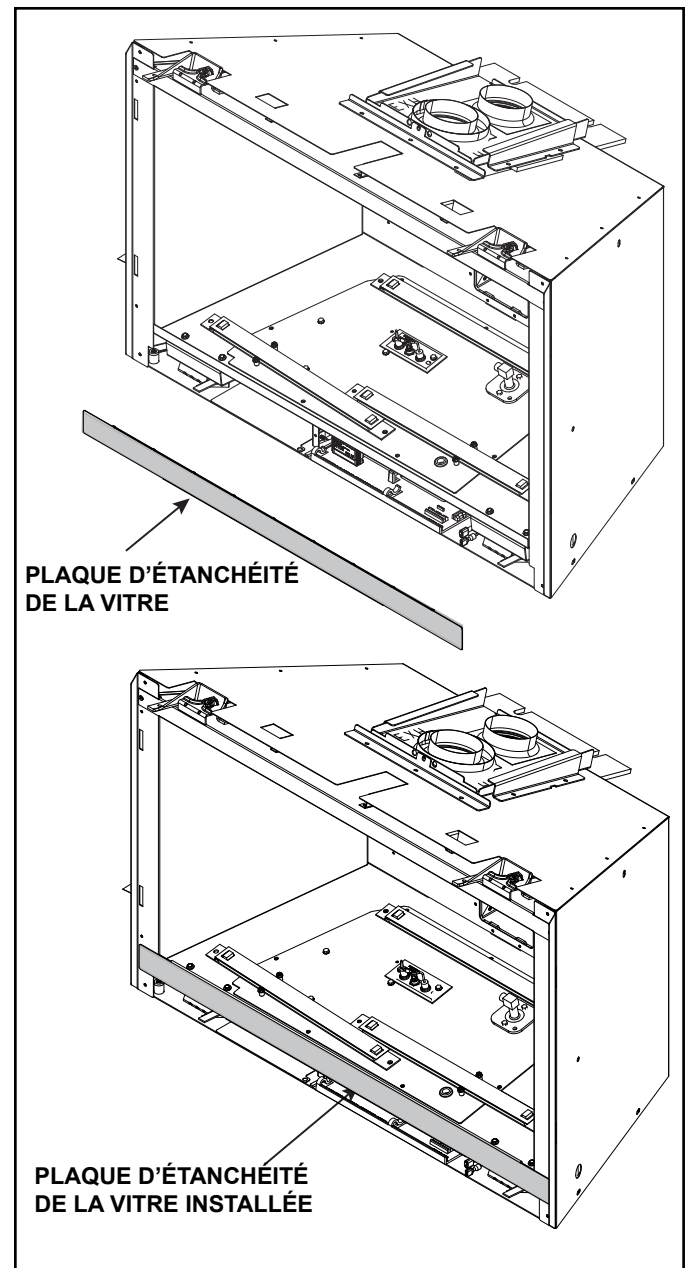

Figure 4.3 Plaque d'étanchéité de la vitre
- Vérifier que la plaque d'étanchéité de la vitre est bien installée. Voir la figure 4.3.
- Retirez la plaque d'étanchéité de la vitre. Voir la figure 4.3.